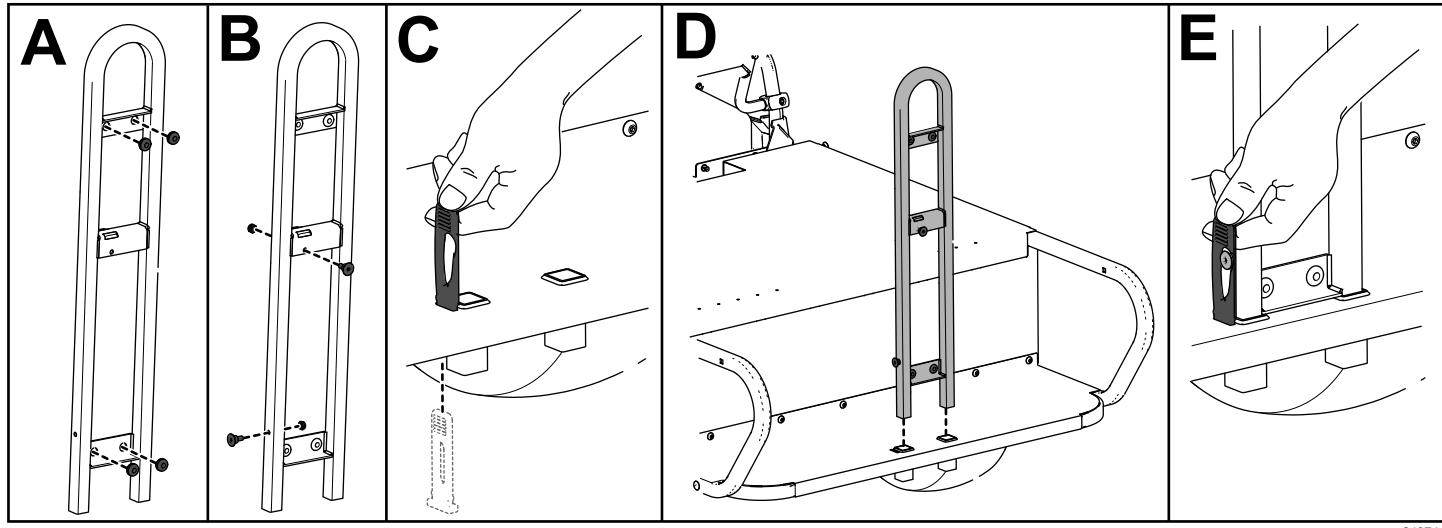

Figura 8
3. Instale quatro olhais de borracha na pega do banco traseiro (A de Figura 8).
4. Instale dois parafusos de cabeça embutida ($\frac{1}{4}$ pol.) e duas porcas de bloqueio ($\frac{1}{4}$ pol.) na pega do banco traseiro (B de Figura 8).
5. Passe a correia de fixação pela parte inferior do apoio de pé (C de Figura 8).
6. Instale a pega do banco traseiro no apoio de pé (D de Figura 8).
7. Prenda a pega do banco traseiro ao apoio de pé empurrando a correia de fixação para cima e em redor do parafuso de cabeça embutida (E de Figura 8).